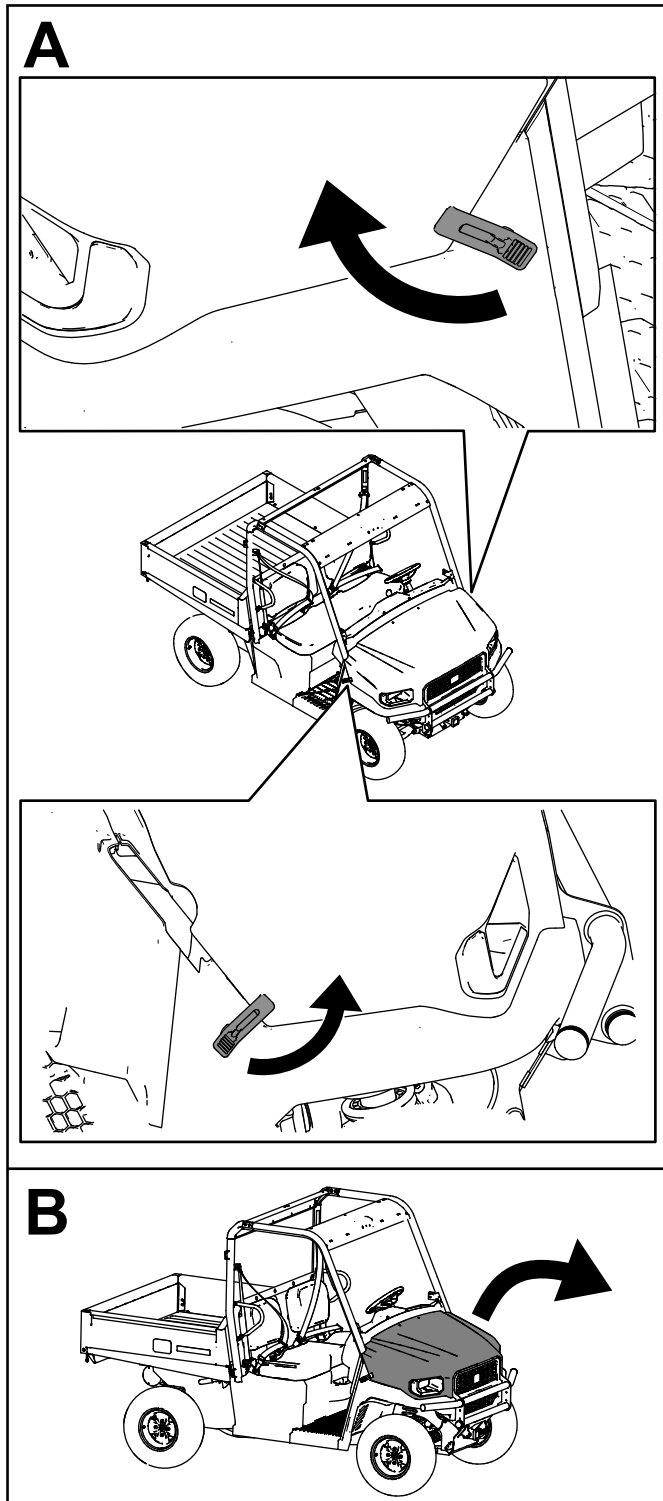

Figura 53
2. Fissate il cofano allineando i fermi in gomma sugli ancoraggi dei fermi su ciascun lato del cofano (Figura 53).